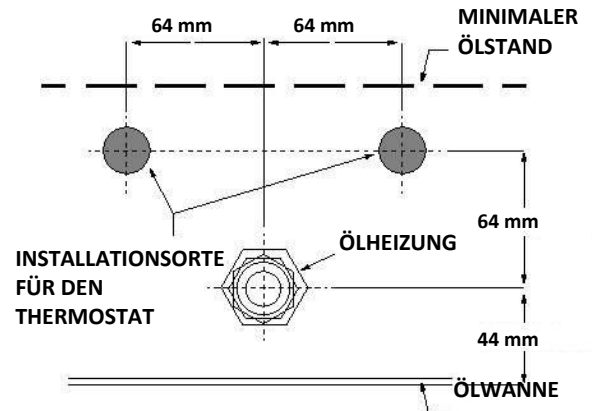

Abbildung 6. Mögliche Installationsorte für den Thermostat. Beachten Sie den minimalen Ölstand.
3. Installieren Sie den Thermostat nicht direkt über die Heizung, sondern mit einem Abstand von ungefähr 64 mm seitlich und 64 mm oberhalb der Ölheizung. *Siehe Abbildung 6.*